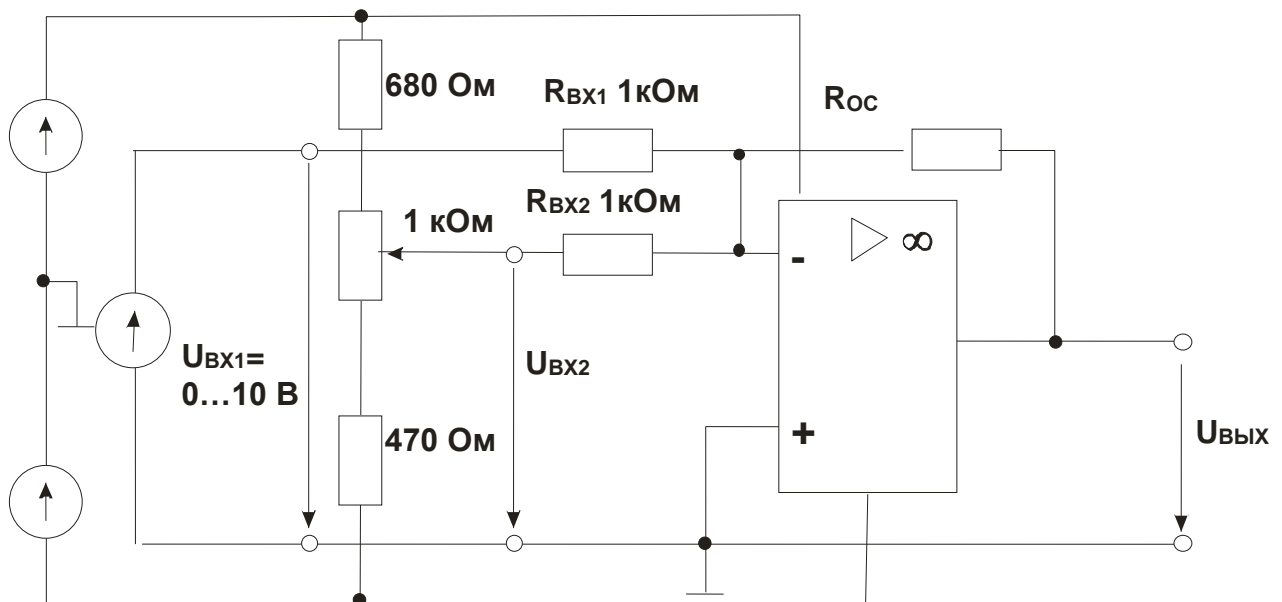

Рис. 8.3.2.
- Соберите цепь, показанную на рис. 8.3.2, и установите входное напряжение $U_{ВХ2} = 2$ В. Изменяйте входное напряжение $U_{ВХ1}$ согласно таблице 8.3.1, измеряя соответствующие значения выходного напряжения $U_{ВЫХ}$ мультиметром. Повторите измерения для входного напряжения $U_{ВХ2} = -2$ В.